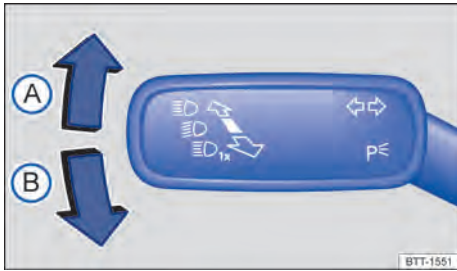

Fig. 108 En el lado izquierdo de la columna de dirección: palanca de los intermitentes y de la luz de carretera.
- Mueva la palanca de los intermitentes y de la luz de carretera desde la posición central a la posición deseada → **fig. 108**: